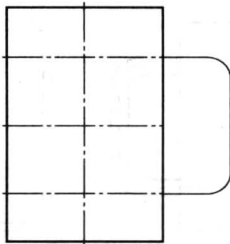

图 2-6 杯子把轮廓
(4) 单击“绘图”工具栏中的“过渡”按钮，圆角半径输入15，选择相应直线，倒圆角后如图2-6所示。